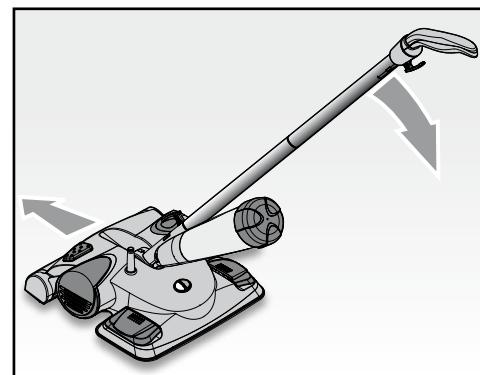

Fig. 4
- Inclinare il manico (I), ruotare l'impugnatura (H) nell'apposito senso di utilizzo e procedere con l'aspirazione (Fig. 4).